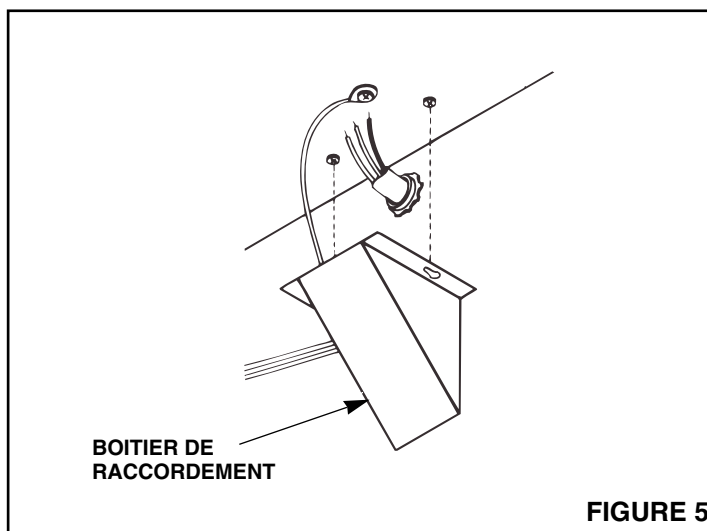

FIGURE 5
1. Refer to Figure 5. Loosen screws and remove junction box.
1. Voir Figure 5. Enlever les vis et ôter le boîtier de raccordement.